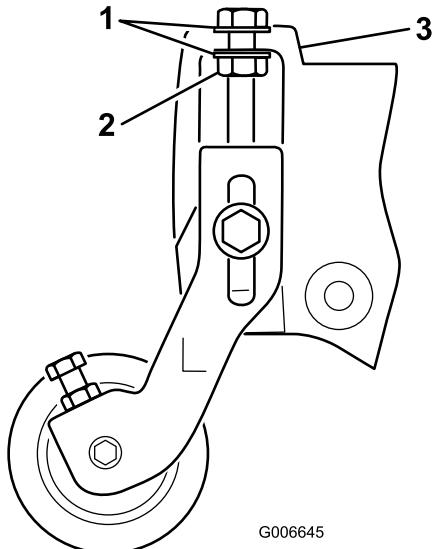

Figura 5
Nota: As anilhas nos parafusos de regulação da altura de corte devem ser colocadas em cada um dos lados da flange, na placa lateral (Figura 5).
- Aperte a porca de retenção, no parafuso de regulação da altura de corte, até que as anilhas toquem na flange da placa lateral e depois rode a porca 1/2 volta para trás (Figura 5).